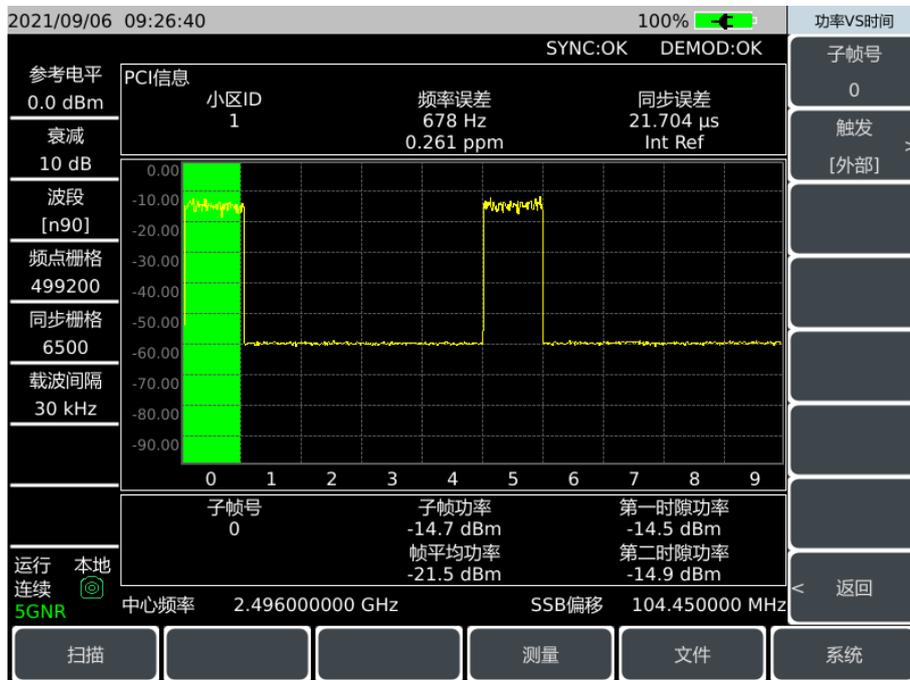

图 11-8 功率 VS 时间显示界面
- e) 按【测量】→[功率 VS 时间]→[子帧号 0], 在[子帧号 0]里可以选择子帧 ID, 默认为 0, 选择子帧 1 如图 11-8 所示。